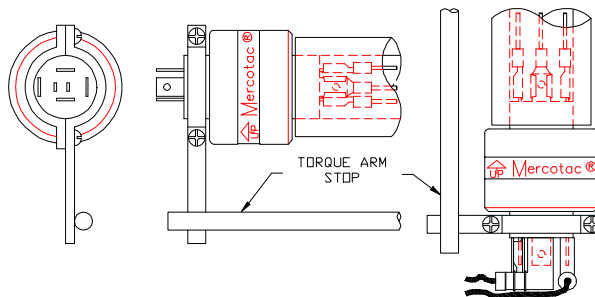

Рис. 3. Примеры плавающего моментного рычага
4. Используйте многожильный провод достаточной длины и гибкости во избежание механических нагрузок. Избегайте натянутых проводов, которые тянут разъем. Провода должны иметь достаточный свободный зазор, чтобы конец соединителя вращался примерно на ¼ оборота. Провода, которые допускают слишком большой зазор, могут наматываться на разъем. Как правило, провода достаточно прочны, чтобы удерживать неподвижный конец разъема. Если провода не подходят, можно использовать плавающий моментный рычаг, прикрепленный к неподвижной втулке. <Рис. 3>